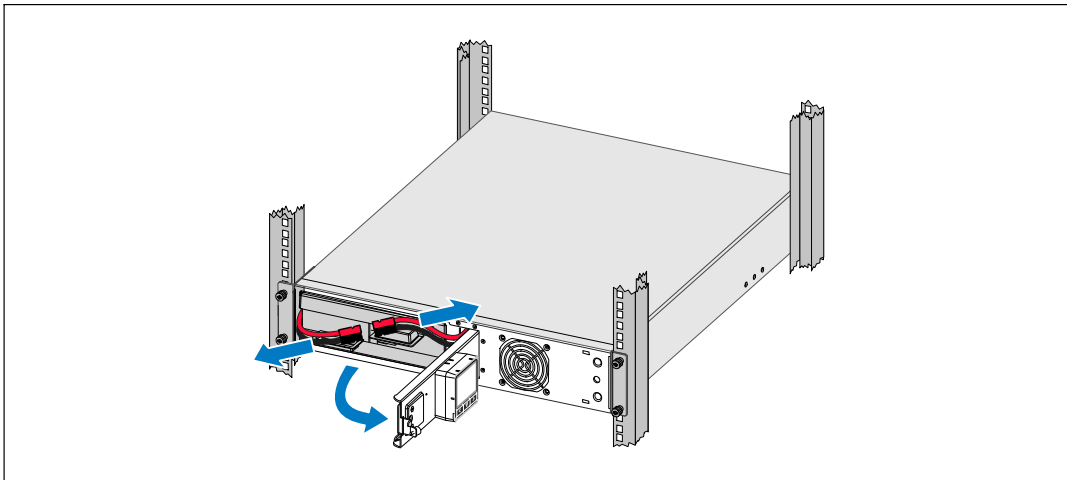

Figure 36. Débranchement du connecteur de la batterie interne
- Débranchez les connecteurs de la batterie interne (voir Figure 36).